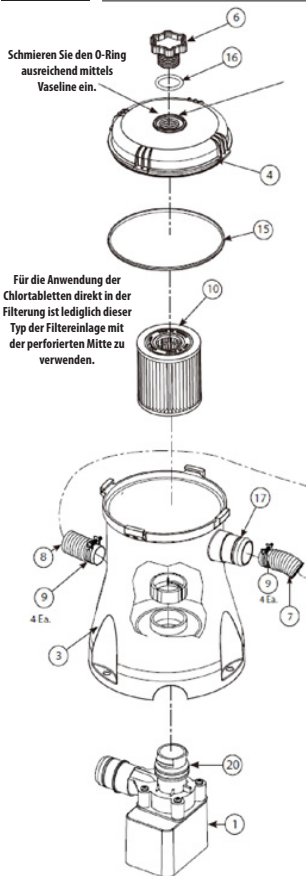

ABB. 1
- Nehmen Sie den Eingangs- und Ausgangsschlauch (7, 8) und entnehmen Sie dem Beutel mit dem Zubehör die vier Schlauchschellen (9). Lockern Sie die Schlauchschellen und schieben Sie sie auf beide Enden jedes Schlauches. Setzen Sie einen Schlauch auf den Eingang des Filtergehäuses und einen Schlauch auf seinen Ausgang auf. Ziehen Sie beide Schlauchschellen (9) am Filtergehäuse fest. Siehe **Abb. 1, 3 und 4**.
- Montieren Sie das Sieb mit der Durchführungshülse (11, 12) an den Ausgang der Poolwand. Setzen Sie den Ansaugschlauch vom Filtergehäuse auf die Durchführung des Pools auf. Ziehen Sie die Schlauchschelle fest. Siehe **Abb. 1, 3 und 4**.
- Montieren Sie den Stromgleichrichter mit der Durchführungshülse (11, 13) an der Poolwand. Setzen Sie den Ausgangsschlauch des Filtergehäuses auf die Eingangsdurchführung des Pools auf. Ziehen Sie die Schlauchschelle fest. Beginnen Sie mit dem Einlassen des Wassers in den Pool. Siehe **Abb. 1, 3 und 4**.